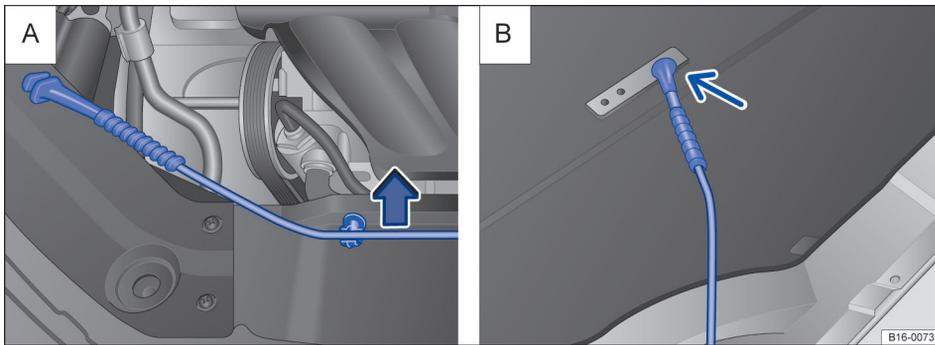

Fig. 153 A: soporte de la pata de apoyo en el vano motor. B: capó del motor levantado.
- Retire la pata de apoyo de su soporte en el sentido de la flecha \Rightarrow fig. 153 A e introdúzcala en el orificio del capó del motor \Rightarrow fig. 153 B (flecha).
- Desenganche la pata de apoyo y encástrela en el alojamiento situado en la chapa portacierre \Rightarrow fig. 153 A.